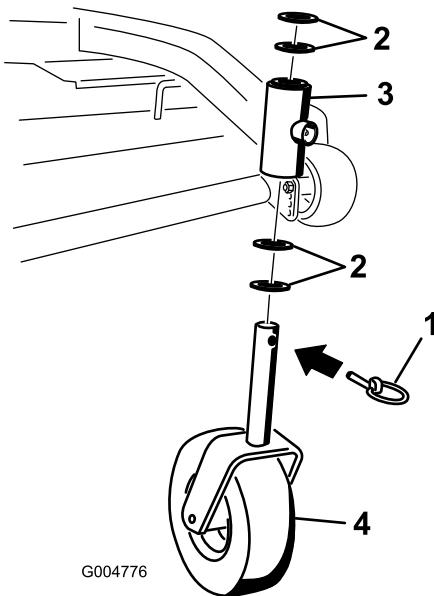

Figura 41
2. Retire el pasador de bloqueo y los espaciadores de la parte superior de la horquilla de la rueda giratoria (Figura 41).
6. Inspeccione la horquilla de la rueda giratoria para determinar si está desgastada y cámbiela de ser necesario (Figura 41).
7. Deslice la horquilla a través de los casquillos del tubo de montaje. Cambie los espaciadores de la horquilla y sujetelos con el anillo de retención (Figura 41).